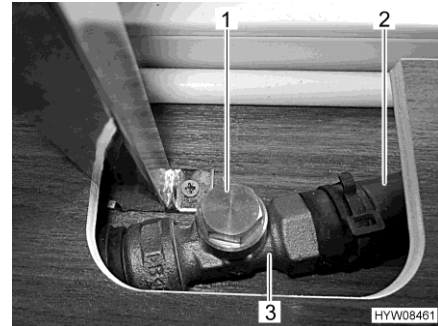

Bild 172 Drossel (geöffnet)
- Umgehungsleitung (Bild 172,2) hinter der Drossel (Bild 172,3) anfassen. Der Schlauch muss handwarm sein.